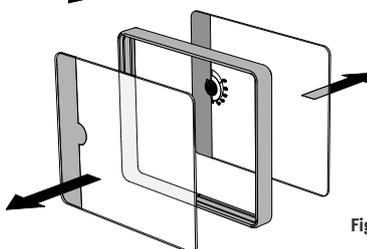

Fig. 43
- Estrarre il vetro d'ispezione e rimuovere la guarnizione in silicone (fig. 43).